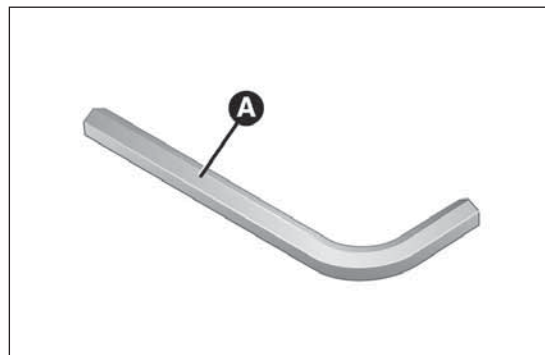

fig. 181
- ❑ prelevare la chiave a brugola A fig. 181 fornita in dotazione;